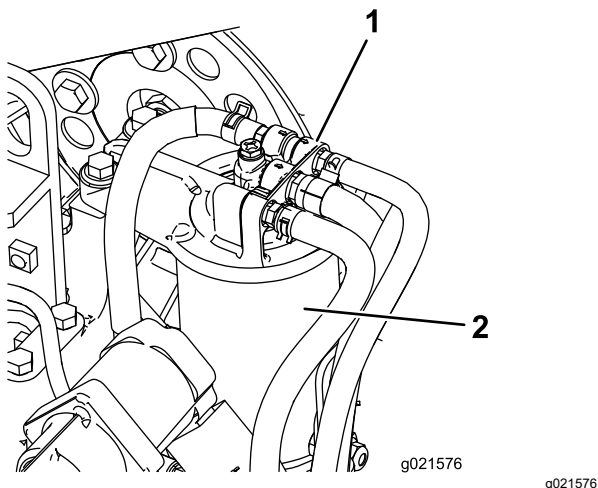

Figura 77
1. Limpe a zona em torno da cabeça do filtro de combustível (Figura 77).
2. Retire o filtro e limpe a superfície de montagem da cabeça do filtro (Figura 77).